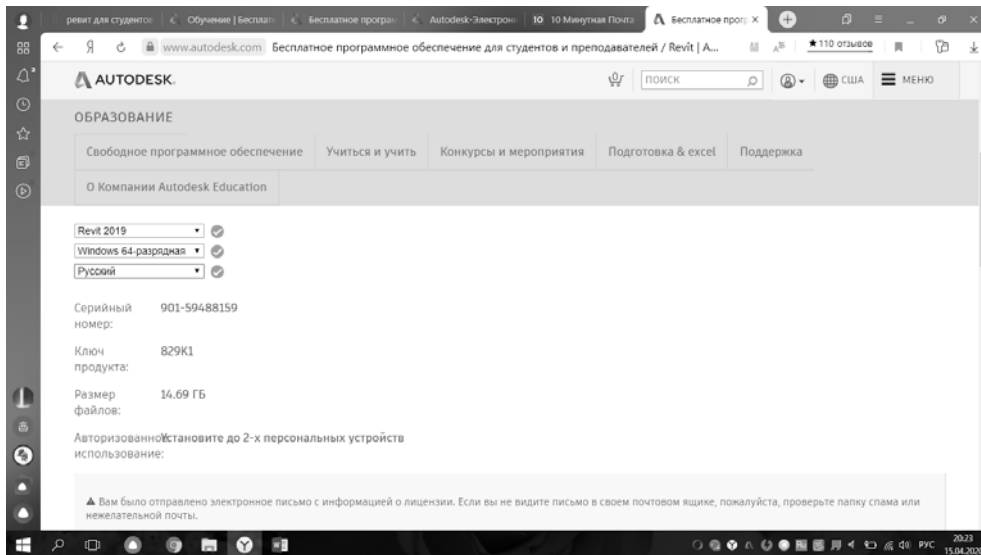

Рис. 8.7
8. Теперь выберите версию, операционную систему и язык (рис. 8.7).